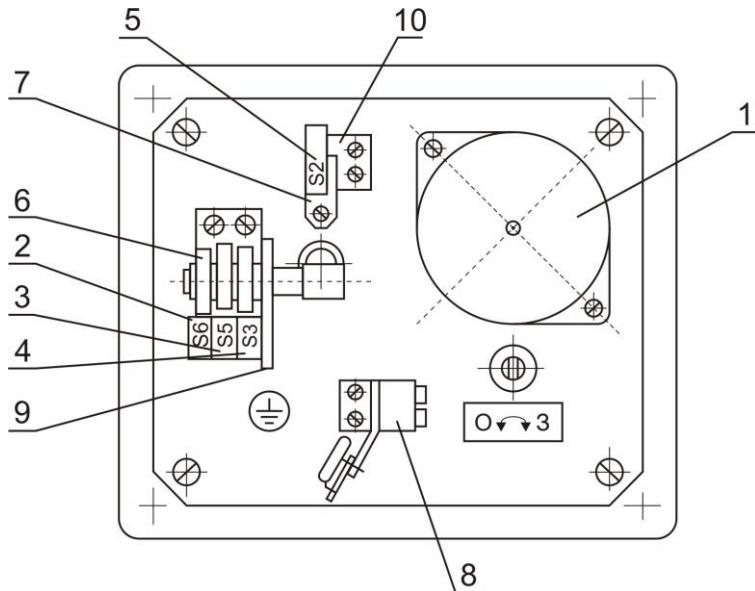

Рисунок 1
Для присоединения и управления механизмом предназначена клеммная колодка с шестью клеммами (8) (рис. 1).
8.4 S3 – концевой выключатель «открыто» (рисунок 1),